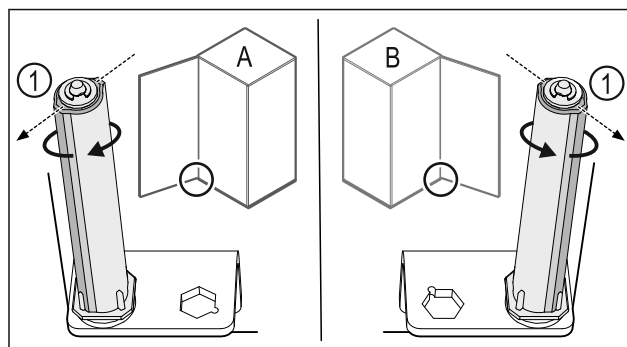

Fig. 38 Okretanje nalijevo (A) / okretanje nadesno (B)
- ▶ Okrećite sustav zatvaranja do kraja dok lamela sustava zatvaranja Fig. 38 (1) ne bude usmjerena prema van.